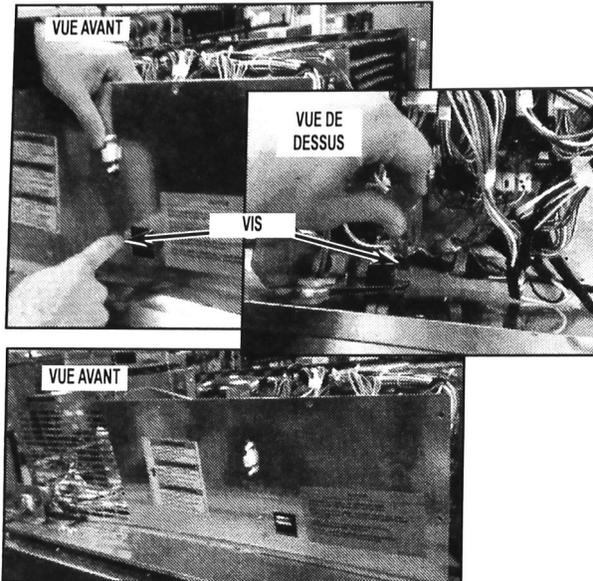

FIGURE 26
25. Remonter le panneau avant et la platine de l'interrupteur. Vérifier l'alignement de l'interrupteur et des connecteurs de test (le cas échéant) avant de fixer le panneau avant. Deux vis doivent être montées comme illustré sur la Figure 26. Le nombre et l'emplacement des vis dépendent du modèle.